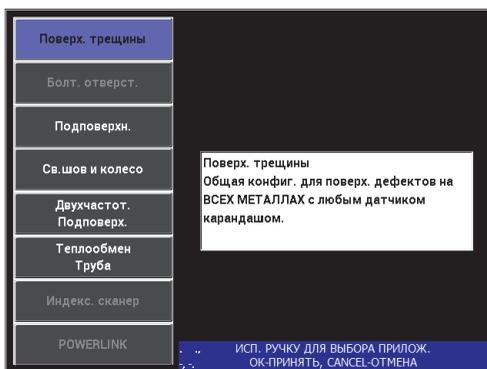

Рис. 5-78 Выявление поверхностных трещин
2. Нажмите клавишу меню ADV SETUP (), затем выберите **ВЫБР ПРИЛ.** (клавиша A), чтобы открыть меню выбора приложений. С помощью ручки регулятора выберите **Поверх. трещины** и нажмите ✓ для подтверждения (см. Рис. 5-78 на стр. 195).